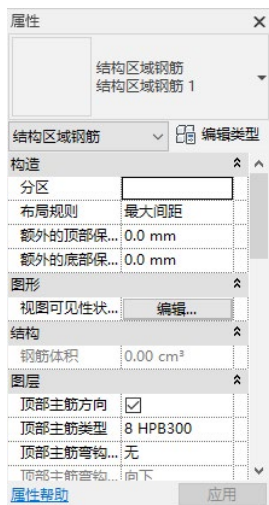

图 13-59 “属性”选项板
(4) 在“属性”选项板中设置布局规则、主筋类型、弯钩等参数，如图 13-59 所示。